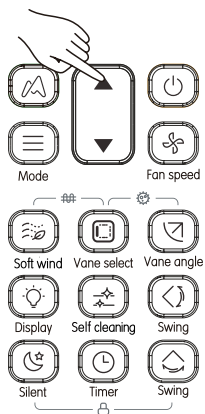

Рисунок 4.4
- ② Нажатием кнопок ▲ и ▼ отрегулируйте код параметра.
- ③ Нажмите кнопку , чтобы открыть страницу настройки параметров, затем нажмите кнопку «▲» или «▼», чтобы выбрать значение параметра. Параметры настройки указаны в списке расширенных настроек параметров (см. Рисунок 4.4).